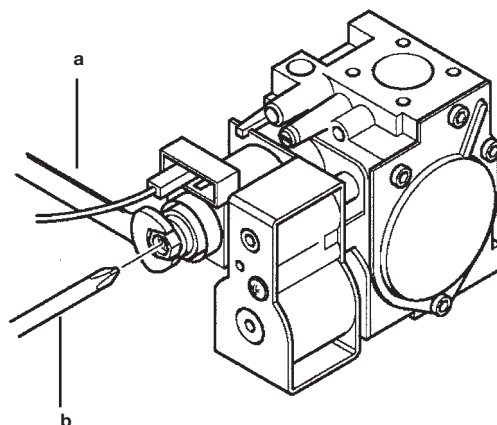

Figure 12
- régler la vis en laiton (a) Fig. 12 jusqu'à obtenir les valeurs de pression indiquées dans le tableau 1;
- débrancher le câble d'alimentation du modulateur et desserrer la vis (b) Fig. 12 jusqu'à atteindre la valeur de pression correspondant à la puissance réduite (voir tableau 1) ;